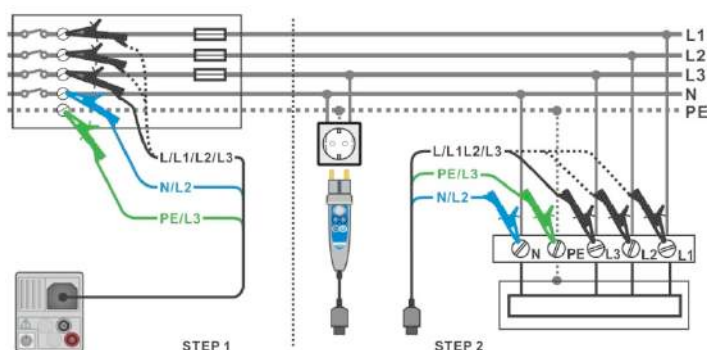

Рисунок 7.45: Измерение падения напряжения – подключение щупа «commander» и 3-проводного измерительного кабеля.
- › Подключите измерительные провода к началу электрической изоляции, см. **Рисунок 7.45: Измерение падения напряжения – подключение щупа «commander» и 3-проводного измерительного кабеля.**
- › Подключите измерительные провода и разъем «Commander» к испытываемому объекту (см. **Рисунок 7.45: Измерение падения напряжения – подключение щупа «commander» и 3-проводного измерительного кабеля.**)